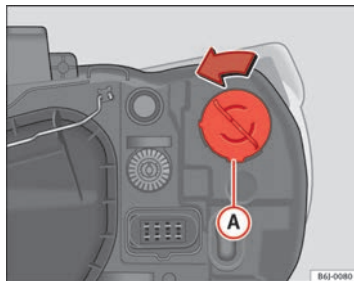

Fig. 147 Luce indicatore di direzione faro singolo
- Ruotare il portalampada ⇒ fig. 147 **A** verso sinistra e tirare.